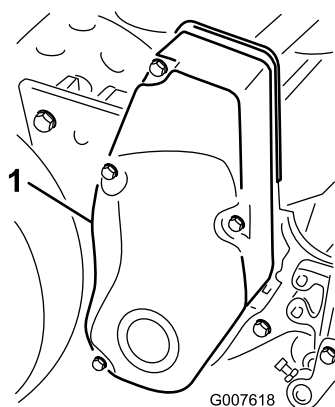

Рисунок 41
1. Снимите детали крепления крышки ремня и саму крышку, чтобы открыть доступ к ремню (Рисунок 41).